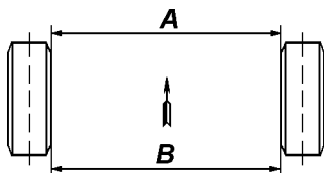

Рис. 5.21. Схождение колес
**Регулировку схождения колес** производить при нормальном давлении в шинах таким образом, чтобы размер А (рис. 5.21), замеренный по средней линии боковой поверхности шин спереди, был на 1,5-3,0 мм меньше размера В сзади.